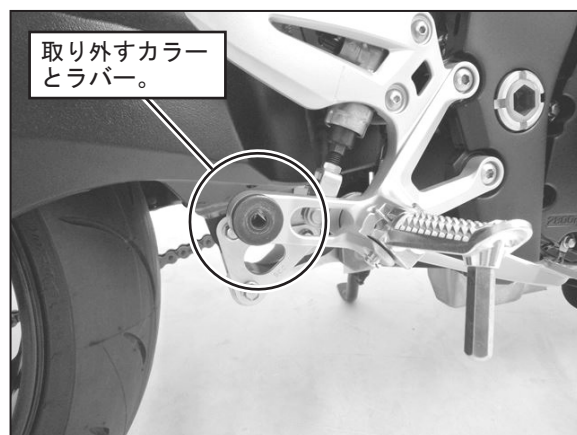

FIG. 9
10. 純正サイレンサー取付位置のグロメットカラーとグロメットラバーを取り外して下さい。(FIG. 9 参照)